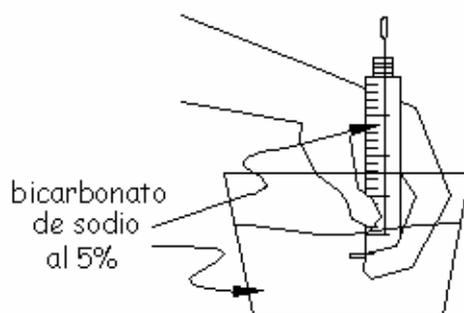

Figura 3
5. Llena una jeringa hasta el borde con la solución de bicarbonato al 5%. Tápala con un dedo y gírala 180°. Sumérgela en el recipiente, de manera que la base quede dentro del líquido (Figura 3). Deposita la jeringa en el fondo del recipiente y quita tu dedo, evitando así que entre aire en la jeringa.